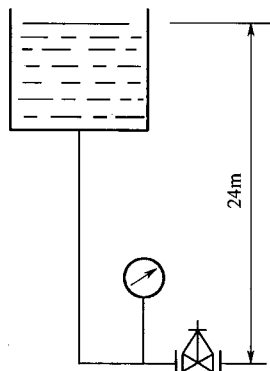

图 1-1 压力表
① $1\text{mmHg}=133.322\text{Pa}$ 。
(8) 水塔的水面距阀门的出口高度为 24m, 如图 1-1 所示。若在阀门前装一压力表, 当阀门关闭时, 问表上的读数应为多少?